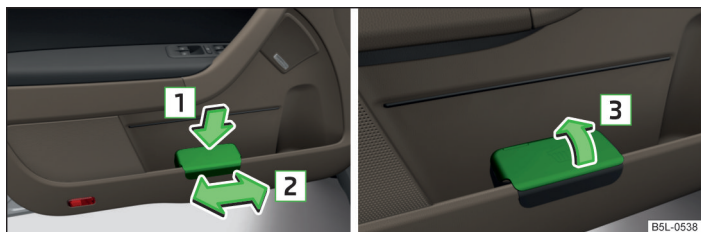

Fig. 65 Cubo de basura: colocar y mover / abrir
- » Presione el cubo de basura por el área trasera en el sentido de la flecha » fig. 65.
- » Extraiga el cubo de basura en sentido contrario al de la flecha » fig. 65.
- » Abra el cubo de basura en el sentido de la flecha » fig. 65.